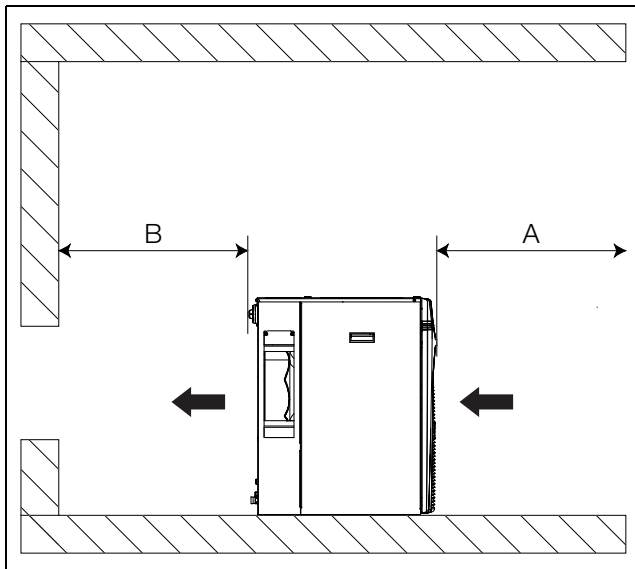
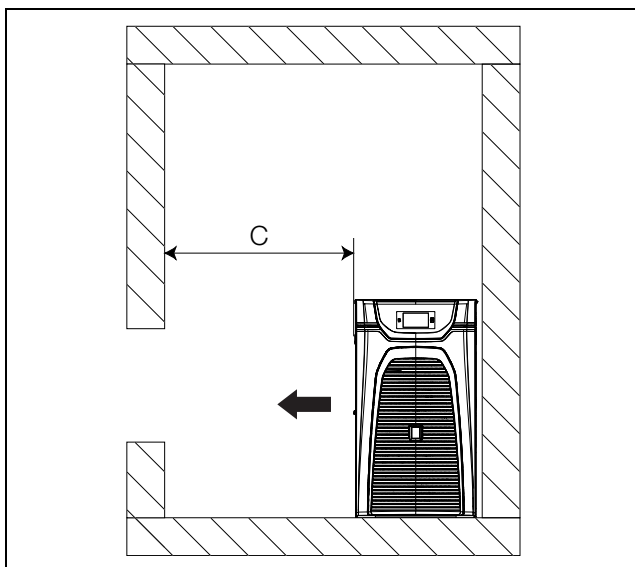

Abb. 34: Mindestabstände vorne/hinten
Abb. 35: Mindestabstände seitlich
- Zum ungehinderten Ausströmen der warmen Abluft muss wenigstens **eine** der Öffnungen (links bzw. rechts) frei zugänglich sein (vgl. Abb. 35). Um den Anschluss der Versorgungsleitungen sowie Wartungs- und Reparaturmaßnahmen zu erleichtern, sollten zudem die unter Abb. 34 angegebenen Mindestabstände eingehalten werden.
- Auch um einen „Luftkurzschluss“ (Vermischung von Zu- und Abluft) zu vermeiden und die volle Kälteleistung zu gewährleisten, sollten die unter Abb. 34 angegebenen Abstände eingehalten werden.